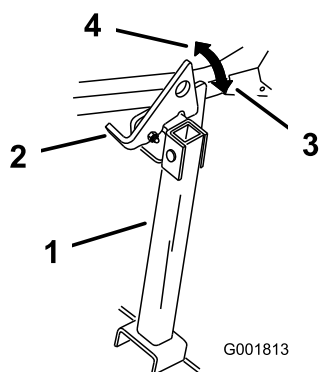

Figura 42
2. Levante o trinco para a posição desbloqueada (Figura 42).